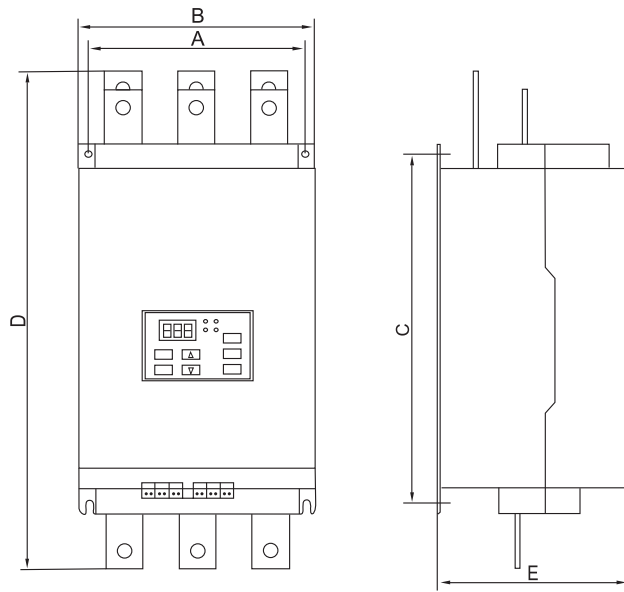

图2 90~315kW
① 接线端子
② 外控端子的接线
b. 软停输入端, 端子X3和X4, 开关输入为瞬时闭合或在软起开关输入时同时断开X3和X4, 可参照基本配线图2。